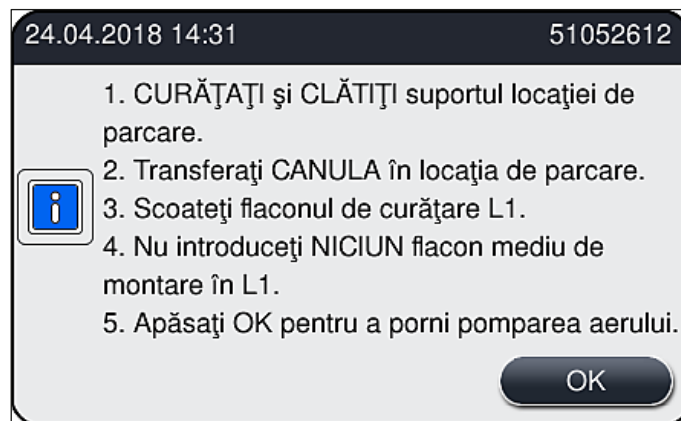

Fig. 106
4. Parcurgeți următorul mesaj de informare, (→ Fig. 106), care conține instrucțiuni, cu ajutorul butonului **OK**.